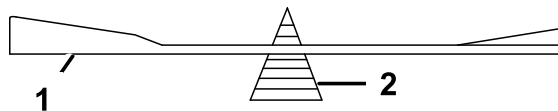

Figura 100
2. Verifique el equilibrio de la cuchilla colocándola sobre un equilibrador de cuchillas (Figura 100).